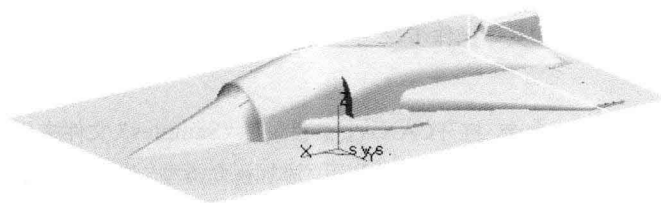

图1-3 正三侧视图
- ③ 双击系统视向列表中的“正三侧”，显示正三侧视图，结果如图1-3所示。